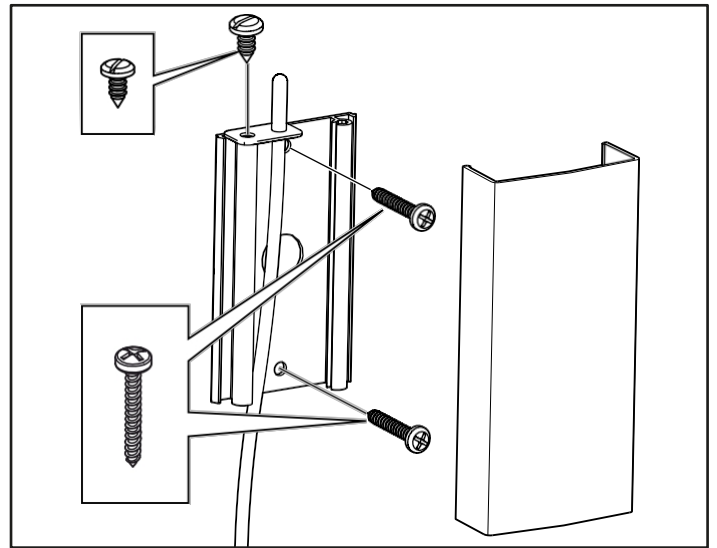
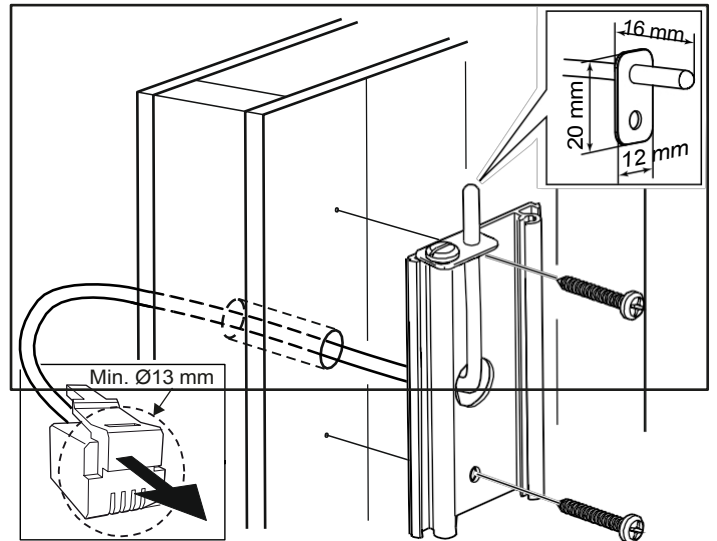

Figura 11: Installazione del sensore
Figura 12: Cablaggio attraverso la parete.
7. Installare il sensore sulla parete, vedere Figura 11. Il filo del termistore può anche essere fatto passare attraverso la parete. Sigillare eventuali fori nel muro dietro il sensore, vedere Figura 12. Il filo del termistore può essere prolungato all'esterno della sauna utilizzando un filo a bassa tensione (a 2 conduttori).